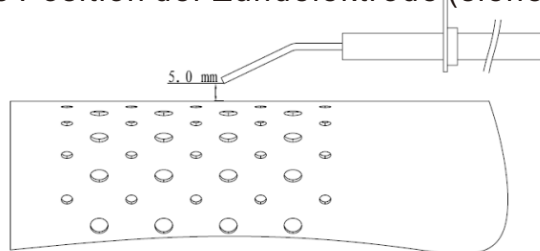

Abb. 5.
4.5.2. Überprüfen Sie die Position der Zündelektrode (siehe Abbildung 5).